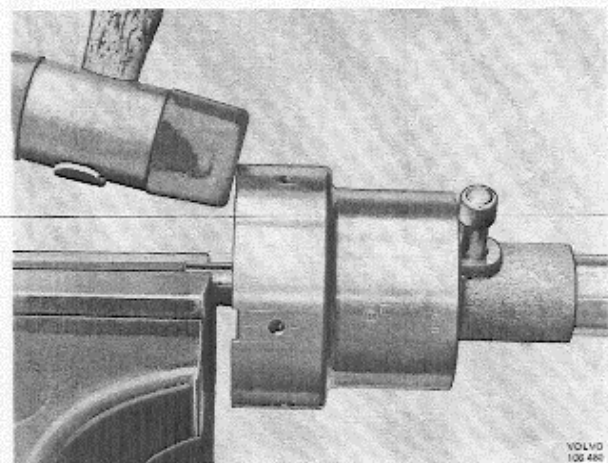

Abb. 3-51 Ausfedern des Sicherungsringes
5. Federn am Fliehkraftversteller abhängen und den Unterbrechernocken im Verhältnis zur Verteilerwelle kennzeichnen. Unterbrechernocken zwischen weichen Backen in einen Schraubstock spannen, siehe Abb. 3-51.
Mit einem Schonhammer vorsichtig auf das Verteilergehäuse klopfen bis der Sicherungsring ausfedert, siehe Abb. 3-51.